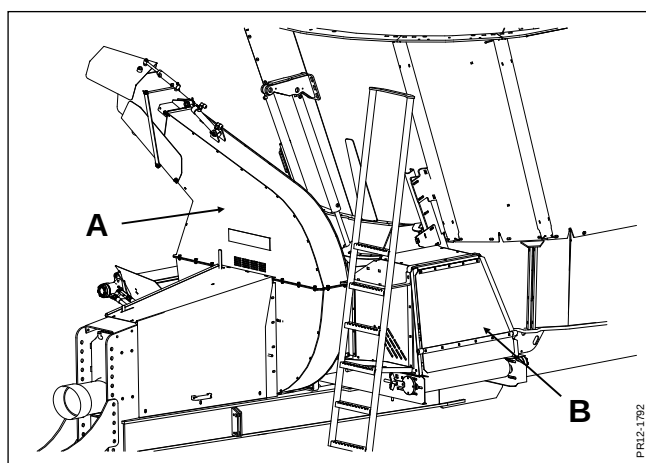

Fig. 2-1
Fig. 2-1 JF s lösning är helt unik och patenterad. Det unika är att både halmströ (A) och utfodring med hjälp av tvärband (B) är placerat framtill, vilket ger en perfekt överblick.